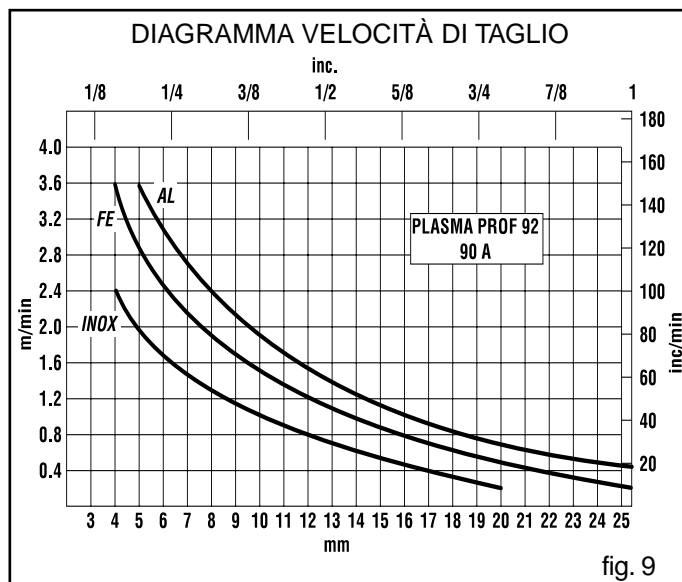

fig. 9
- Spessore eccessivo del pezzo (vedere diagramma velocità di taglio, fig. 9)